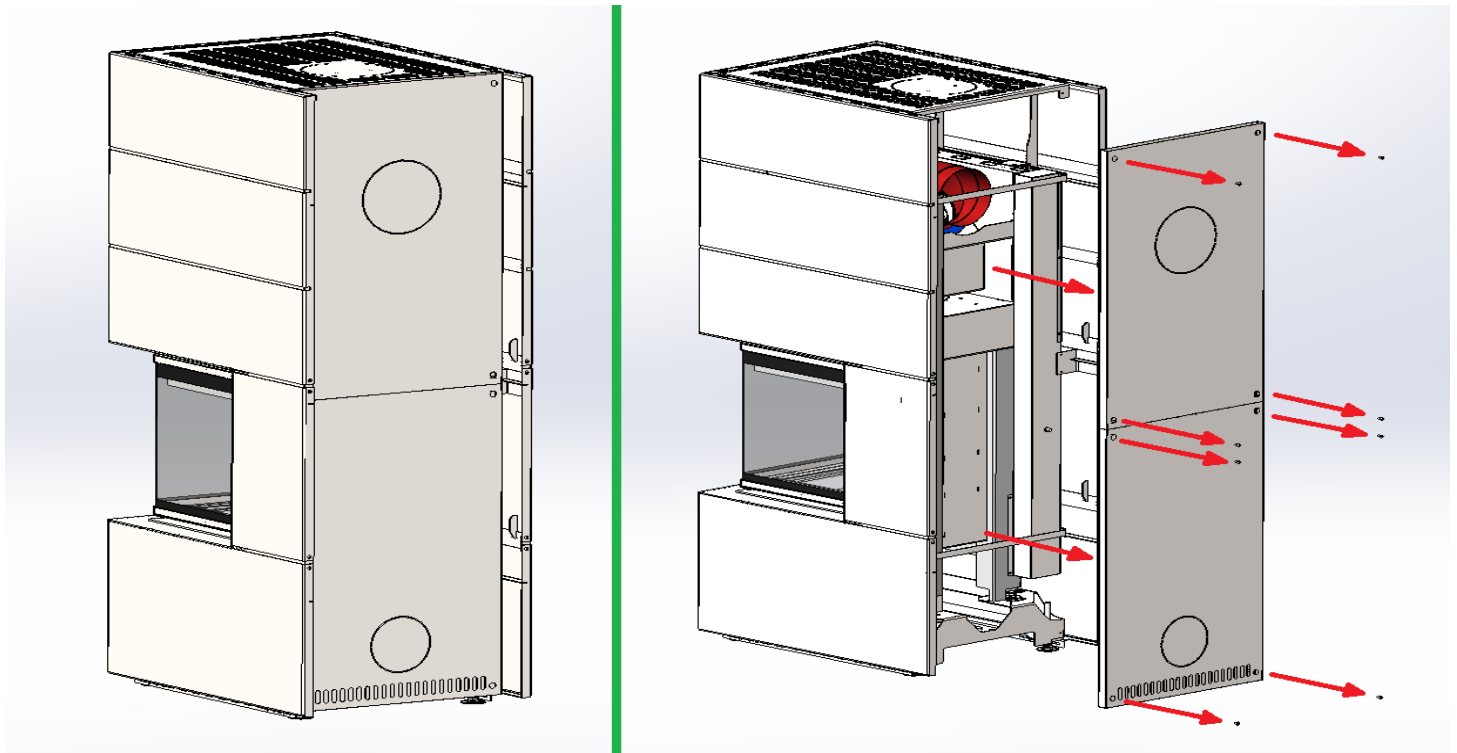

Abbildung 1 Entfernen der Rückwand des Kaminofens
2. Abbildung 1 Entfernen der Rückwand des Kaminofens	Seite 4
Bei Montage des Kaminofens ist es erforderlich sich an die lokalen Vorschriften für solche Geräte zu halten. Wir empfehlen eine Beratung mit dem zuständigen Schornsteinfeger. Die Kaminöfen werden auf Transportpaletten angeliefert, vorbereitet für den Kaminanschluss nach oben. Wenn ein Kaminanschluss von hinten erfolgen soll, so muss der Abgasstutzen an den hinteren Anschluss umgestellt werden und der Abgasdeckel auf den oberen Anschluss gestellt werden. Der Kaminofen muss in eine waagerechte Position gebracht werden, was durch Drehen der Muttern an den Kaminfüßen erfolgt. (Abbildung 1,2,3 und 4)